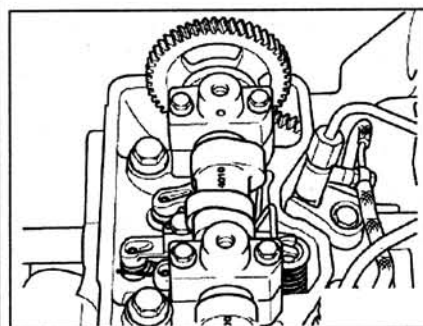

Рис. 2.95. Крышки распределительного вала взаимозаменяемы. Пометьте каждую крышку перед снятием.
**Важно!** Крышки распределительного вала взаимозаменяемы. Пометьте каждую крышку перед снятием (рис. 2.95).